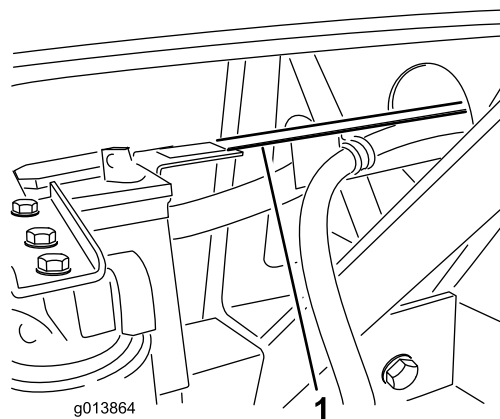

Figura 10
- La guida flessibile dovrebbe essere posizionata sopra la linguetta rispetto al cavalletto verticale del vassoio batteria (Figura 10). Se i fori della guida flessibile non corrispondono ai fori della linguetta del vassoio batteria, la lunghezza della guida flessibile può essere regolata allentando i bulloni che fissano la guida flessibile alla staffa del serbatoio idraulico e spostando la guida avanti o indietro, in base alla necessità.
- Attaccate la guida dei flessibili alla linguetta del vassoio batteria utilizzando 2 bulloni ($\frac{1}{4}" \times \frac{3}{4}"$) e dadi di bloccaggio flangiati (Figura 10).